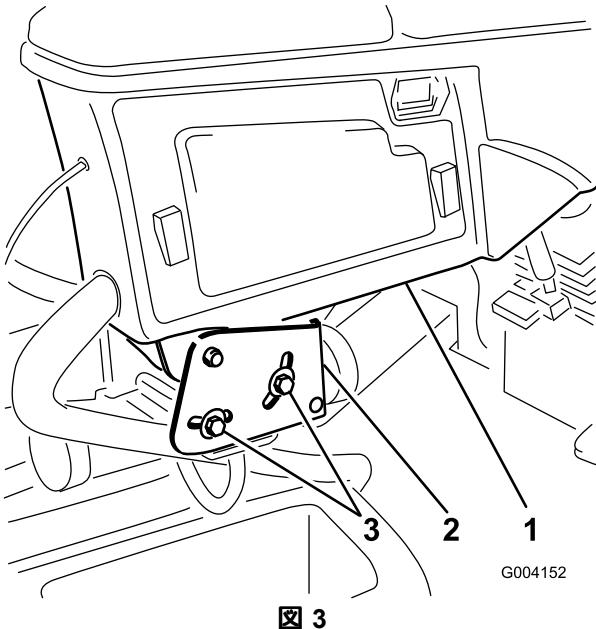

図3
1. コントロールアームをリテナブラケットに固定している2本のボルトをゆるめる図3。